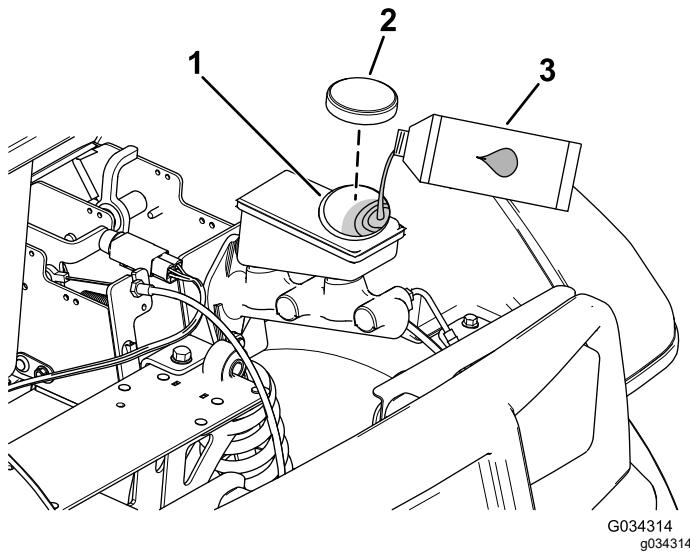

Рисунок 62
4. Поднимите капот, чтобы получить доступ к главному тормозному цилиндру и бачку (Рисунок 62).
- A. Очистите область вокруг крышки бачка и снимите крышку (Рисунок 62).
- C. Установите на место крышку бачка (Рисунок 62).